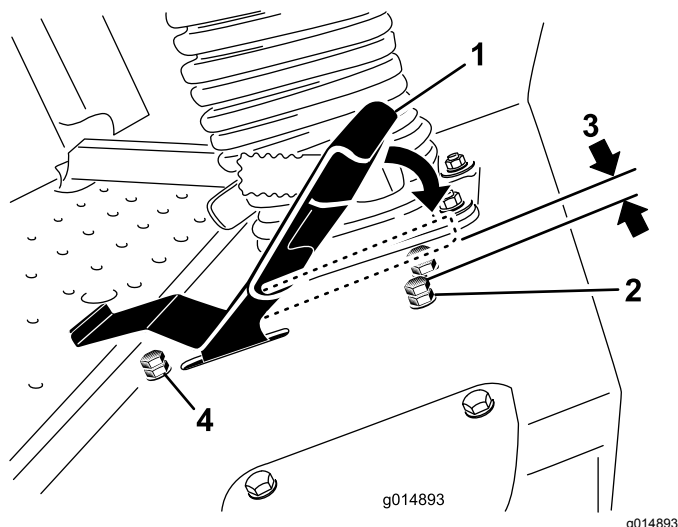

図 47
3. 走行ペダルのストップボルトについているジャムナットをゆるめる(**図 47**)。